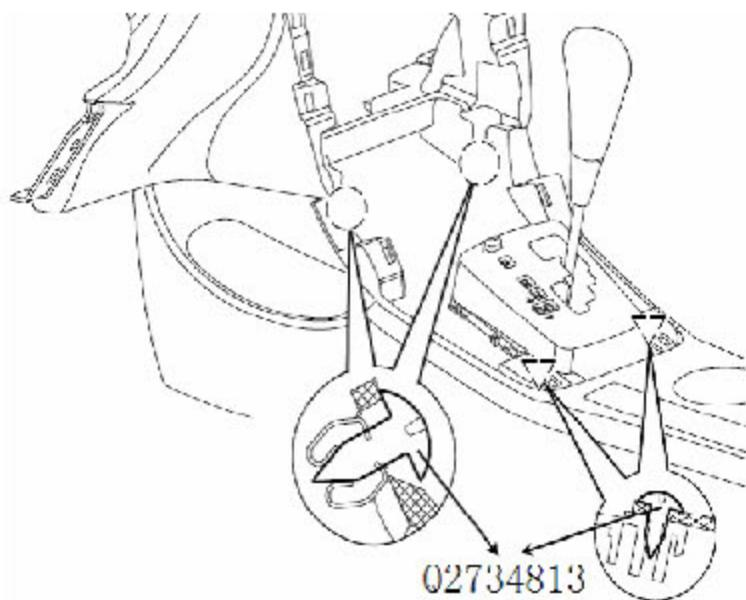

图 6-2-9 副仪表板固定螺钉的拆卸
4).用十字螺丝刀将固定副仪表本体的四个螺钉(Q2734813A 十字槽大半圆头自攻螺钉)依次松开并取下螺钉。如图 6-2-9 所示：